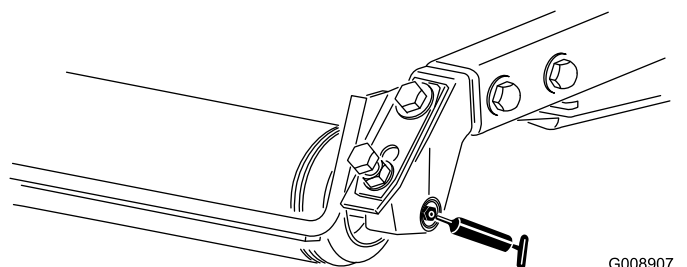

Рисунок 37
- Задние роликоподшипники (по 2 шт. на режущий блок) — Рисунок 37